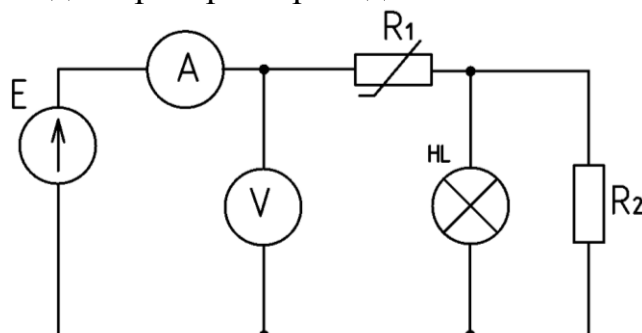

Рисунок 1. Электрическая цепь
1. Собрать схему, представленную на рис. 1.
2. Снять вольтамперную характеристику разветвленной цепи со смешанным соединением элементов. Для этого собрать электрическую цепь по рисунок 1 и предъявить ее для проверки преподавателю.